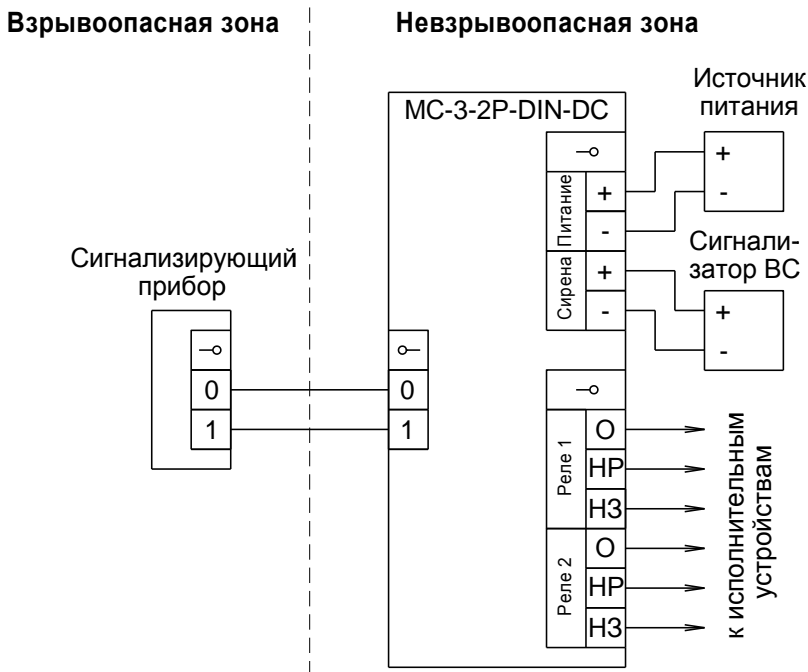

Рисунок 6
3.4.2 Подключить сигнализатор к источнику питания (рисунок 6).